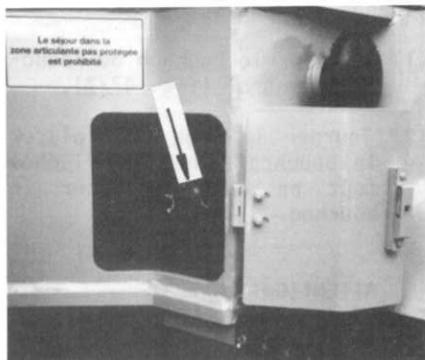

Bild 51
- (1) Klappe (Bild 51) öffnen.
- (2) Befestigungsschraube vom Staubsammler abziehen und herausdrehen (Bild 51/Pfeil)
(1) Open flap (fig. 51)
(2) Screw off fixing screw of dust collecting pot (fig. 51/arrow).
(3) Pull-off dust collecting pot. Remove cyclone filter insert from dust collecting pot and clean both parts.
(1) Ouvrir la trappe (fig. 51)
(2) Dévisser la vis de fixation du godet à poussière (fig. 51/flèche).